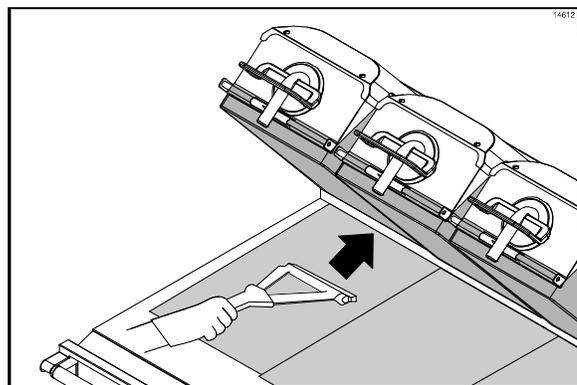

Figura 28
1. Use el escurridor para escurrir la hoja antiadherente inferior del frente hacia atrás. (Vea la figura 28.)